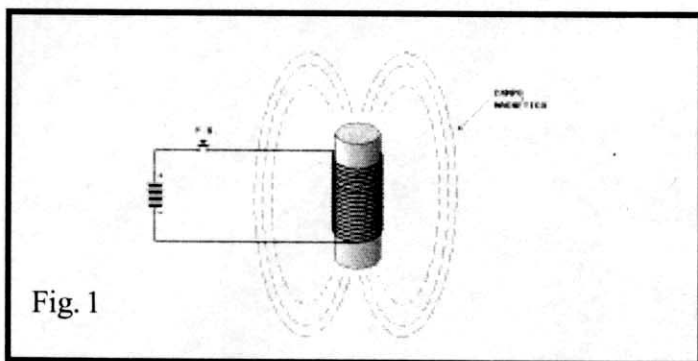

Fig. 1
- FIG. 1 - RECORDANDO O ELETRO-IMÃ - Nas Lições imediatamente anteriores, vimos que enrolando um fio sobre um núcleo de ferro e aplicando uma certa TENSÃO entre os terminais desse fio, fazendo com isso circular por ele uma CORRENTE, obtemos um CAMPO MAGNÉTICO que permanecerá enquanto a dita CORRENTE lá estiver...